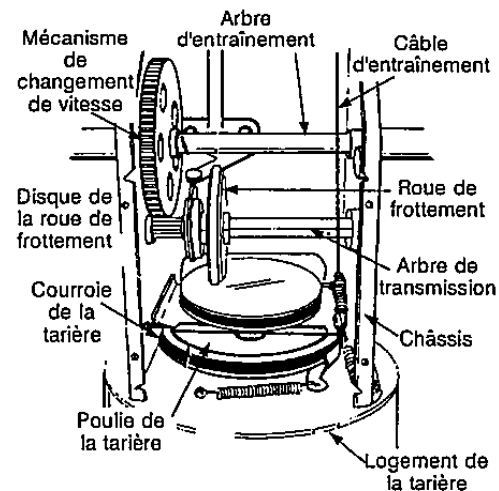
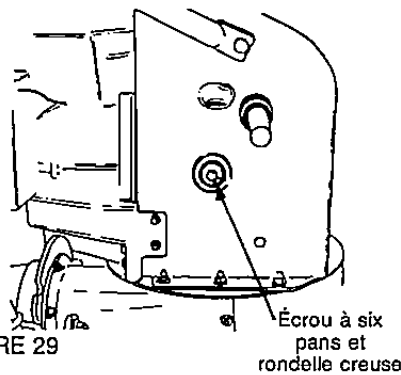

FIGURE 22
FIGURE 29
Si, pour une raison quelconque, la transmission été démontée et le câble d'entraînement débranché, remontez le câble de façon qu'il ne gêne pas le mouvement des pièces lorsqu'il est étiré. Voir la figure 22.
- Glissez la courroie entre la roue de frottement et le disque de la roue de frottement. Voir la Figure 22. Il faudra peut-être tordre la courroie à plat pour la glisser entre la roue de frottement et le disque de la roue de frottement. Enlevez complètement la courroie.
- Démontez l'arbre de transmission de la machine en enlevant le écrou à six pans et le rondelle creuse de chaque côté gauche du châssis. Voir la figure 29. Tenez l'ensemble de la roue de frottement et glissez l'arbre de transmission vers la droite. Voir la figure 22.
- Faites glisser le nouvel ensemble de la roue de frottement sur le mécanisme de changement de vitesse, comme à la figure 22, et poussez l'arbre de transmission dans la machine. Remontez dans l'ordre inverse.